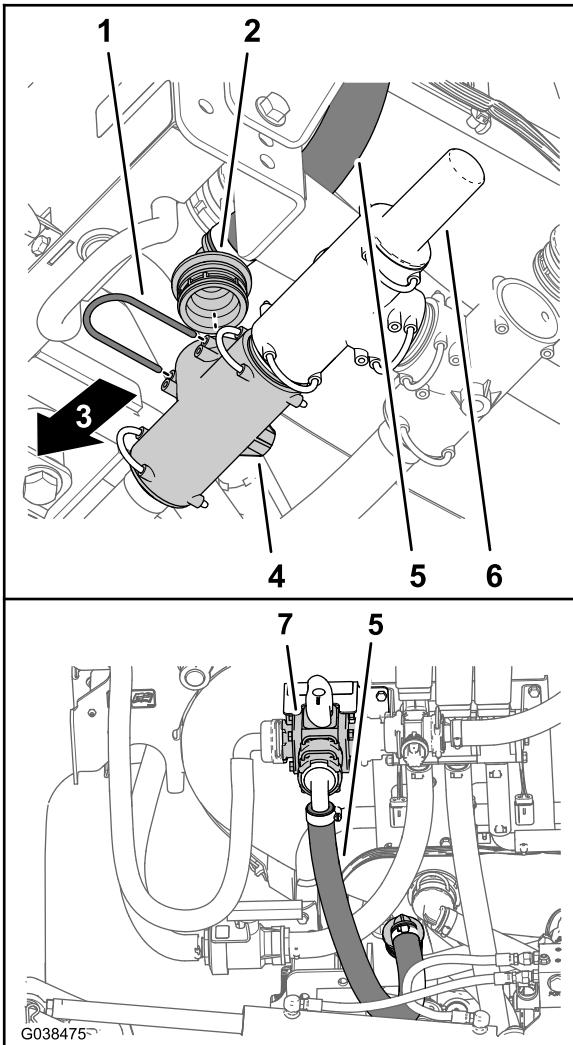

图11
- 卸下将打药车供水软管的 90° 宝塔接头固定至泄压阀前部 T 形接头的卡环 图11。
4. 从 T形接头卸下 90° 宝塔接头 图11。